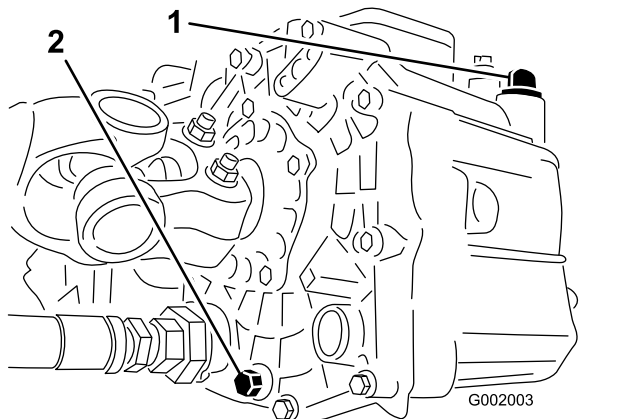

図 50
3. 油圧オイルタンク側面にあるドレンプラグを取り外して流れ出すオイルを大きな容器で受ける **図 50**。